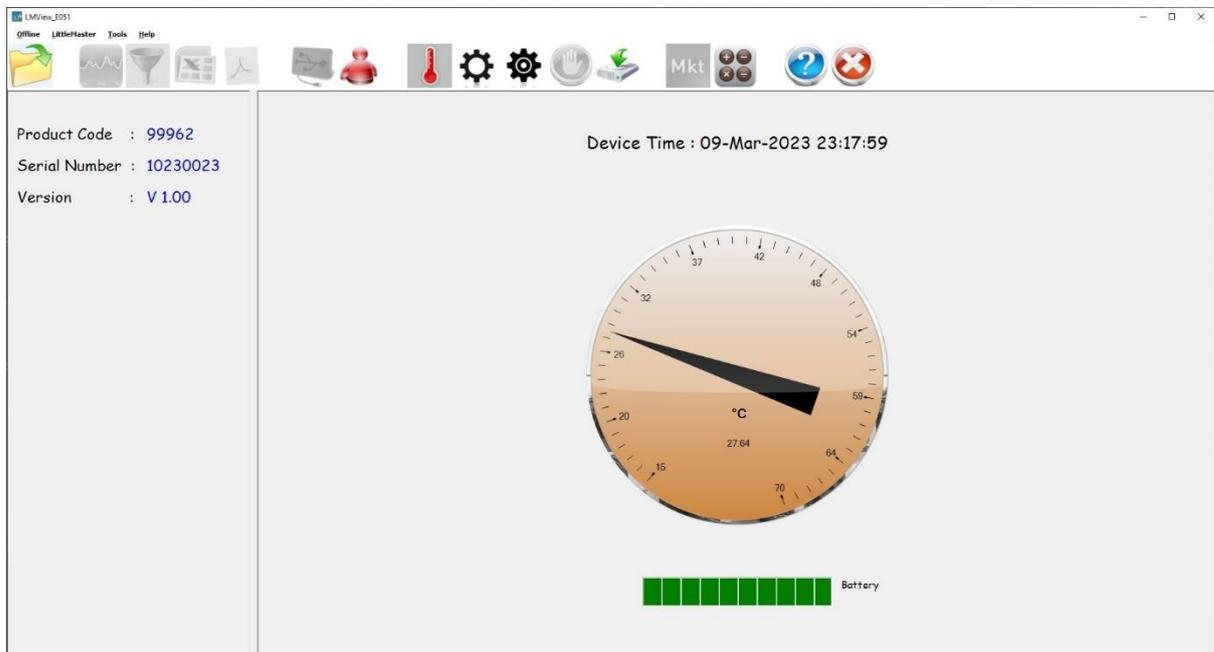

Figura 11 Lectura de temperatura actual del registrador de datos LM^{Pro} T051
- Haga clic en el icono USB  para conectar el dispositivo con el LMViewE051. La lectura de la temperatura actual, el nivel de batería y la hora UTC del dispositivo se verán como se muestra en la figura 11.